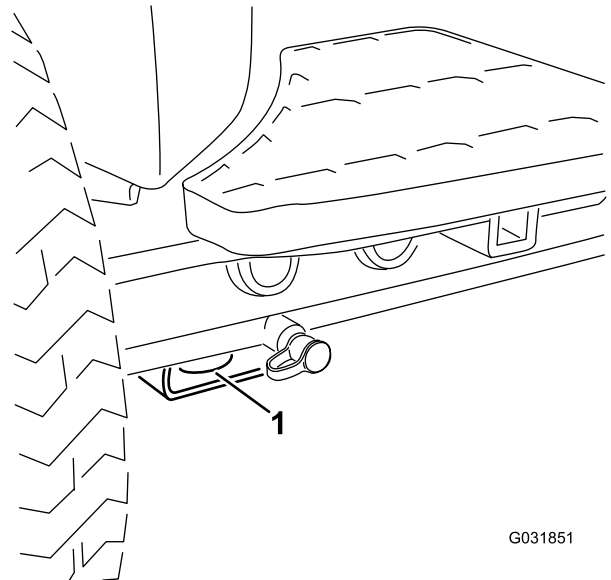

Figura 60
- În partea frontală a mainii - orificiul din placa dreptunghiulară, sub tubul axului, în interiorul fiecărei anvelope față (Figura 60).